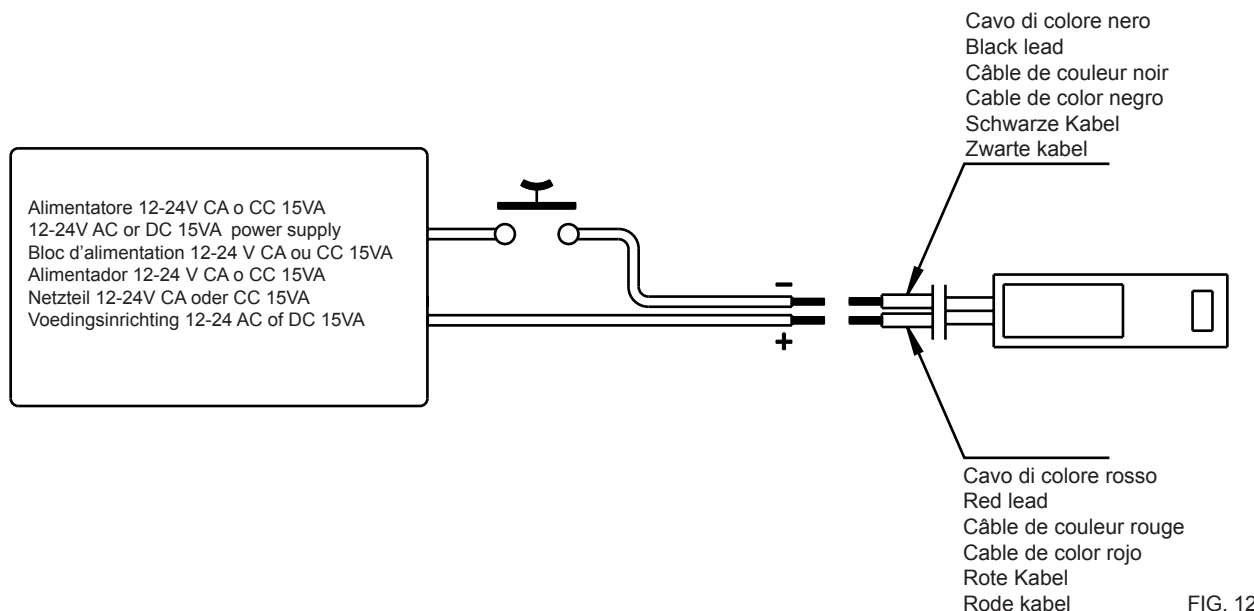

FIG. 12
ELETTROMANIGLIA (art. 1.07074.7X.0) (fig. 12)
12. Per il corretto funzionamento dell'elettromaniglia è necessario collegare i fili rosso e nero ai fili della tensione di alimentazione come nello schema di fig. 12:
ELECTRIC HANDLE (item 1.07074.7X.0) (fig. 12)
12. To ensure the electric handle smooth operation, the red and black cables should be connected to power supply cables, as shown in fig. 12 diagram:
POIGNEE ELECTRIQUE (art. 1.07074.7X.0) (fig. 12)
12. Pour un fonctionnement correct de la poignée électrique, il faut brancher les fils rouge et noir aux fils de la tension d'alimentation comme indiqué dans le schéma de la fig. 12 :
ELECTROMANILLA (Art. 1.07074.7X.0) (Fig. 12)
12. Para el correcto funcionamiento de la electro-manija, es necesario conectar los cables rojo y negro a los cables de la tensión de alimentación según el esquema de la Fig. 12:
ELEKTRODRÜCKER (Art. 1.07074.7X.0) (Abb. 12)
12. Für das einwandfreie Funktionieren des Elektrodrückers ist es erforderlich, die roten und schwarzen Kabel gemäß Abb.12 an die Kabel der Spannungsversorgung zu schließen:
ELEKTRISCHE HANDGREEP (art. 1.07074.7X.0) (fig. 12)
12. Voor een juiste werking van de elektrische handgreep moeten de rode en zwarte draden aan de draden van de voedingsspanning worden aangesloten zoals op het schema van fig. 12: